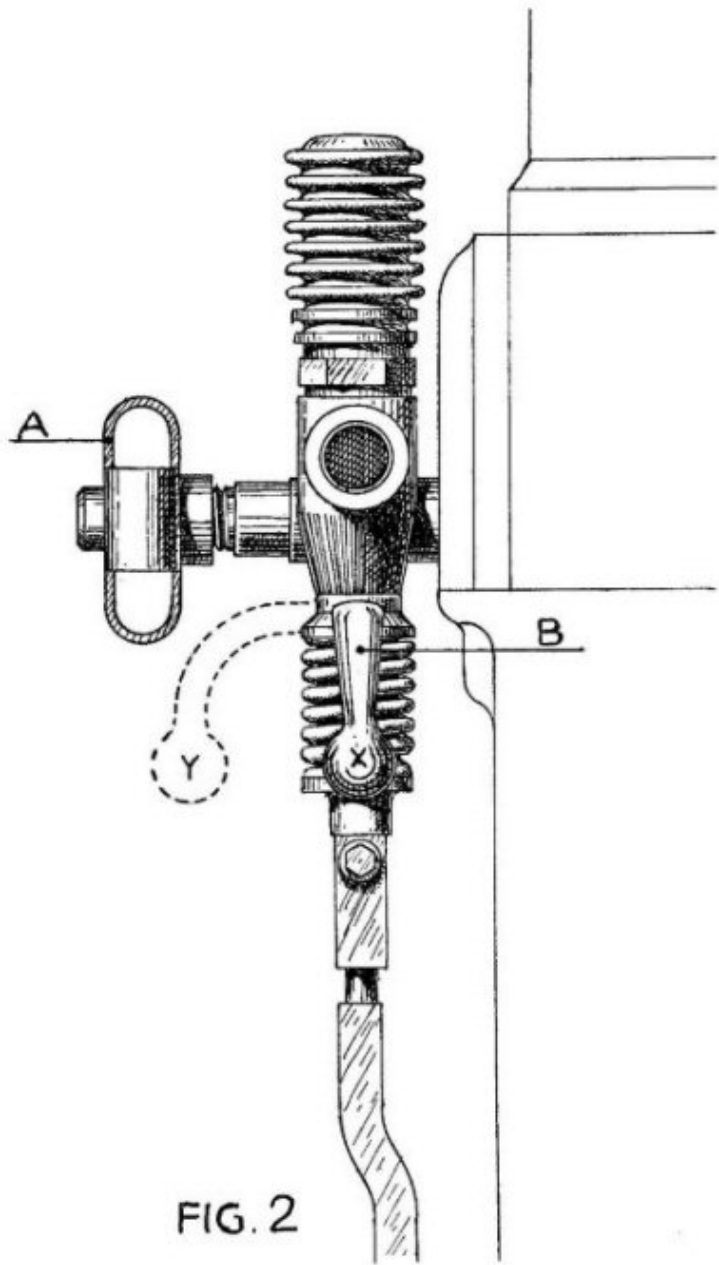

FIG. 2
d) Dévisser à fond le volant A du distributeur (fig. 2).
e) Scisir le levier B du distributeur et l'amener rapidement de la position X à la position Y (fig. 2).
1° Augmenter le débit des pompes : il suffit d'appuyer sur le bouton de départ se trouvant à l'avant du carter en même temps que l'on manœuvre le levier B du distributeur (fig. 2).